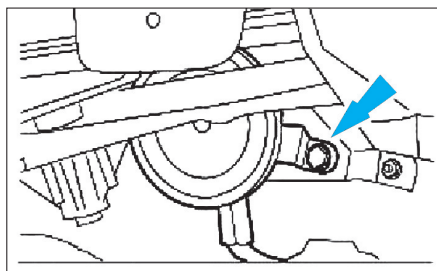

Fig. 25
- Détacher l'avertisseur sonore (Fig.25).